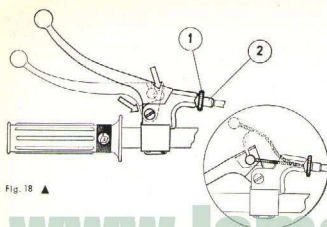

Fig. 18 ▲
Para disminuir el juego del accionamiento del embrague se debe girar la rueda grafilada 1 de modo que el tornillo tensor 2 se desenrosque fuera del mando (fig. 18).
3. **Instalación de un nuevo cable-funda de embrague.** Para ello, recuperar el tornillo tensor 2 hasta hacer tope. Dominar la palanca hacia adelante para extraer el terminal de su alojamiento. Tirar del cable por arriba en unos centímetros y sacar el terminal por la entalla existente debajo del mando. (Detalle fig. 18).
Pour diminuer le jeu de la commande d'embrayage, il faut tourner la roulette cannelée 1 de façon à ce que la vis de tension 2 se dévisse vers l'extérieur de la commande (figure 18).
3. **Montage d'un nouveau câble-gaine d'embrayage.** Pour cette opération, visser la vis de tension 2 à fond. Déclayer le levier en avant pour extraire la cosse de son logement. Tirer le câble vers le haut de quelques centimètres et sortir la cosse du câble par l'entrée qui se trouve sous le mande. (Voir détail sur fig. 18).
To decrease the amount of play, rotate the serrated wheel 1 so that the adjuster is extended from the mount (fig. 18).
3. **Installing a New Clutch Cable and Sheath Assembly.** To do so, turn in the clutch rod adjusting screw 2 as far as it will go. Push the lever forward in order to remove the cable terminal from its housing. Pull the cable upwards a few centimeters and remove the cable terminal from the slot under the clutch lever. (Detail in fig. 18).
2. **Desmontaje de la rueda delantera.** Para ello, soportar la motocicleta de modo que la rueda delantera gire libremente. Destornillar el freno delantero por los dos tensores, el del mando de manillar y el interior de la palanca 1 (fig. 18). Aflojar el tirante de anclaje con llave de 10 mm. por arriba y desatornillar totalmente por abajo con llave de 14 mm. liberándola del plato portapatas. Aflojar los 2 tornillos de cerraje con llave de 10 mm. Desatornillar la tuerca del eje con llave de 22 mm. y valiéndose del pasador-varilla introducido en la cabeza del eje, extraerlo por el lado izquierdo. Sacar la rueda y separar el plato portapatas.
2. **Démontage de la roue avant.** Suspendre la moto pour que la roue avant puisse tourner librement. Détendre le frein avant par les deux tenseurs, celui de la commande du guidon et celui inférieur du levier 1 (fig. 18). Desserer la fixation supérieure de la brida d'anclage en utilisant une clé de 10 mm. et dévisser complètement la fixation inférieure avec une clé de 14 mm. pour la séparer du plateau portapatas. Dévisser les 2 vis de serrage avec une clé de 10 mm. Dévisser l'écrou de l'axe avec une clé de 22 mm. et l'extraire par la côté gauche à l'aide de la tige coulissante introduite dans le bout de l'axe. Enlever la roue et ôter le plateau portapatas.
2. **Removing the Front Wheel.** Support the frame so that the front wheel is off the ground. Loosen the front brake by means of the two adjusters, that on the handlebar lever and the lower one on the brake arm 1 (fig. 18). Loosen the upper anchor plate end with a 10 mm wrench and entirely unscrew the lower end with a 14 mm wrench removing it from the backing plate. Loosen the 2 clamping bolts with a 10 mm wrench. Unscrew the axle nut with a 22 mm wrench, and by means of the dipstick remove it from the left. Remove the wheel from the motorcycle and take off the backing plate.
4. **Cambio del cable-funda del freno.** Primeramente, recuperar los dos tensores el del mando de manillar y el inferior de la palanca. Seguidamente dominar la palanca de freno hacia arriba para extraer el terminal y luego el conjunto cable-funda por la ranura hecha al efecto (ver fig. 18). Finalmente extraer el terminal superior fijo al mando.
4. **Changement de l'ensemble câble-gaine du frein.** Tout d'abord resserrer les deux tenseurs celui de la commande du guidon et celui inférieur du levier. Ensuite déplacer le levier de frein vers le haut extraire la cosse et alors l'ensemble câble-gaine par l'entaille (voir fig. 18). Enfin extraire la cosse supérieure fixée à la commande.
4. **Changing the Brake Cable and Sheath Assembly.** First turn in the two adjusters two that on the handlebar lever and the lower one on the brake arm. Push the brake cable upwards in order to remove the terminal and then the cable and sheath assembly from the slot (see fig. 18). Finally remove the upper cable terminal attached to the handlebar lever.